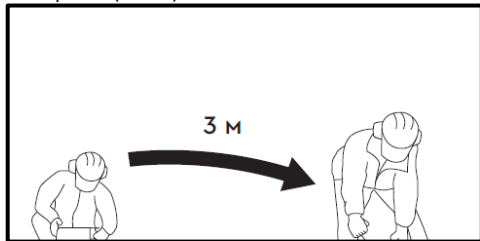

Рис. 3
- Не працюйте з мотокою, якщо паливо розлилося під час заправки. Перед запуском ретельно протріть поверхні двигуна від випадково розлитого палива та перемістіть мотокося мінімум на три метри від місця заправки (Рис. 3).